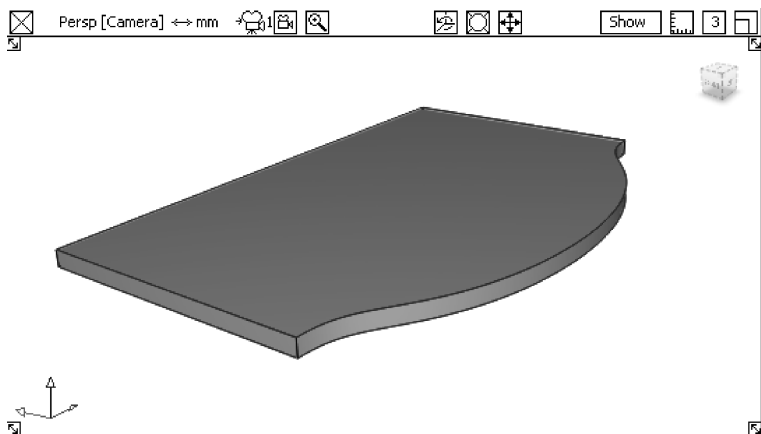

图 3-49 着色显示效果
- 16 单击界面右侧【Control Panel】（控制面板）下方【Diagnostic Shade】诊断着色显示中的【Multi Color】（多颜色）按钮，创建的玻璃面被着色显示，如图 3-49 所示。